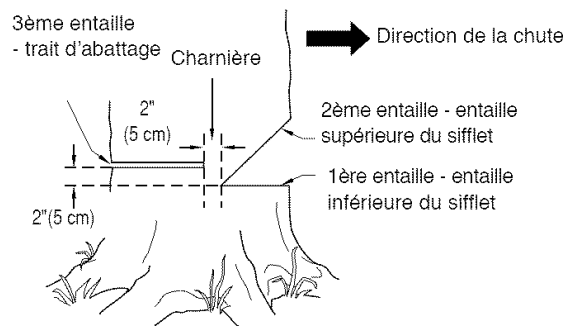

Figure 10 - Abattage d'un arbre
1. Faire l'entaille inférieure aussi près du sol que possible. Tenir la tronçonneuse de manière à ce que la guide-chaîne soit horizontale. Tailler sur 1/3 du diamètre du tronc d'arbre. (voir la Figure 10.)
Exemple : Si l'entaille inférieure a 20 cm (8 po) de profondeur, commencer l'entaille supérieure à 20 cm au-dessus de cette dernière. Scier vers le bas à un angle de 45°. L'entaille supérieure doit rencontrer l'extrémité de l'entaille inférieure. (voir la Figure 10.)
1. De l'autre côté de l'arbre, faire le trait d'abattage à 5 cm (2 po) au-dessus de l'entaille inférieure du sifflet. (voir la Figure 10.) Faire le trait parallèle à l'entaille inférieure.
AVERTISSEMENT : Ne pas scier l'arbre complètement. Laisser environ 5 cm (2 po) de bois non scié directement derrière le sifflet d'abattage. (voir la Figure 10.) Cette partie non sciée sert de charnière. La charnière empêche l'arbre de se tordre et de tomber dans la mauvaise direction.